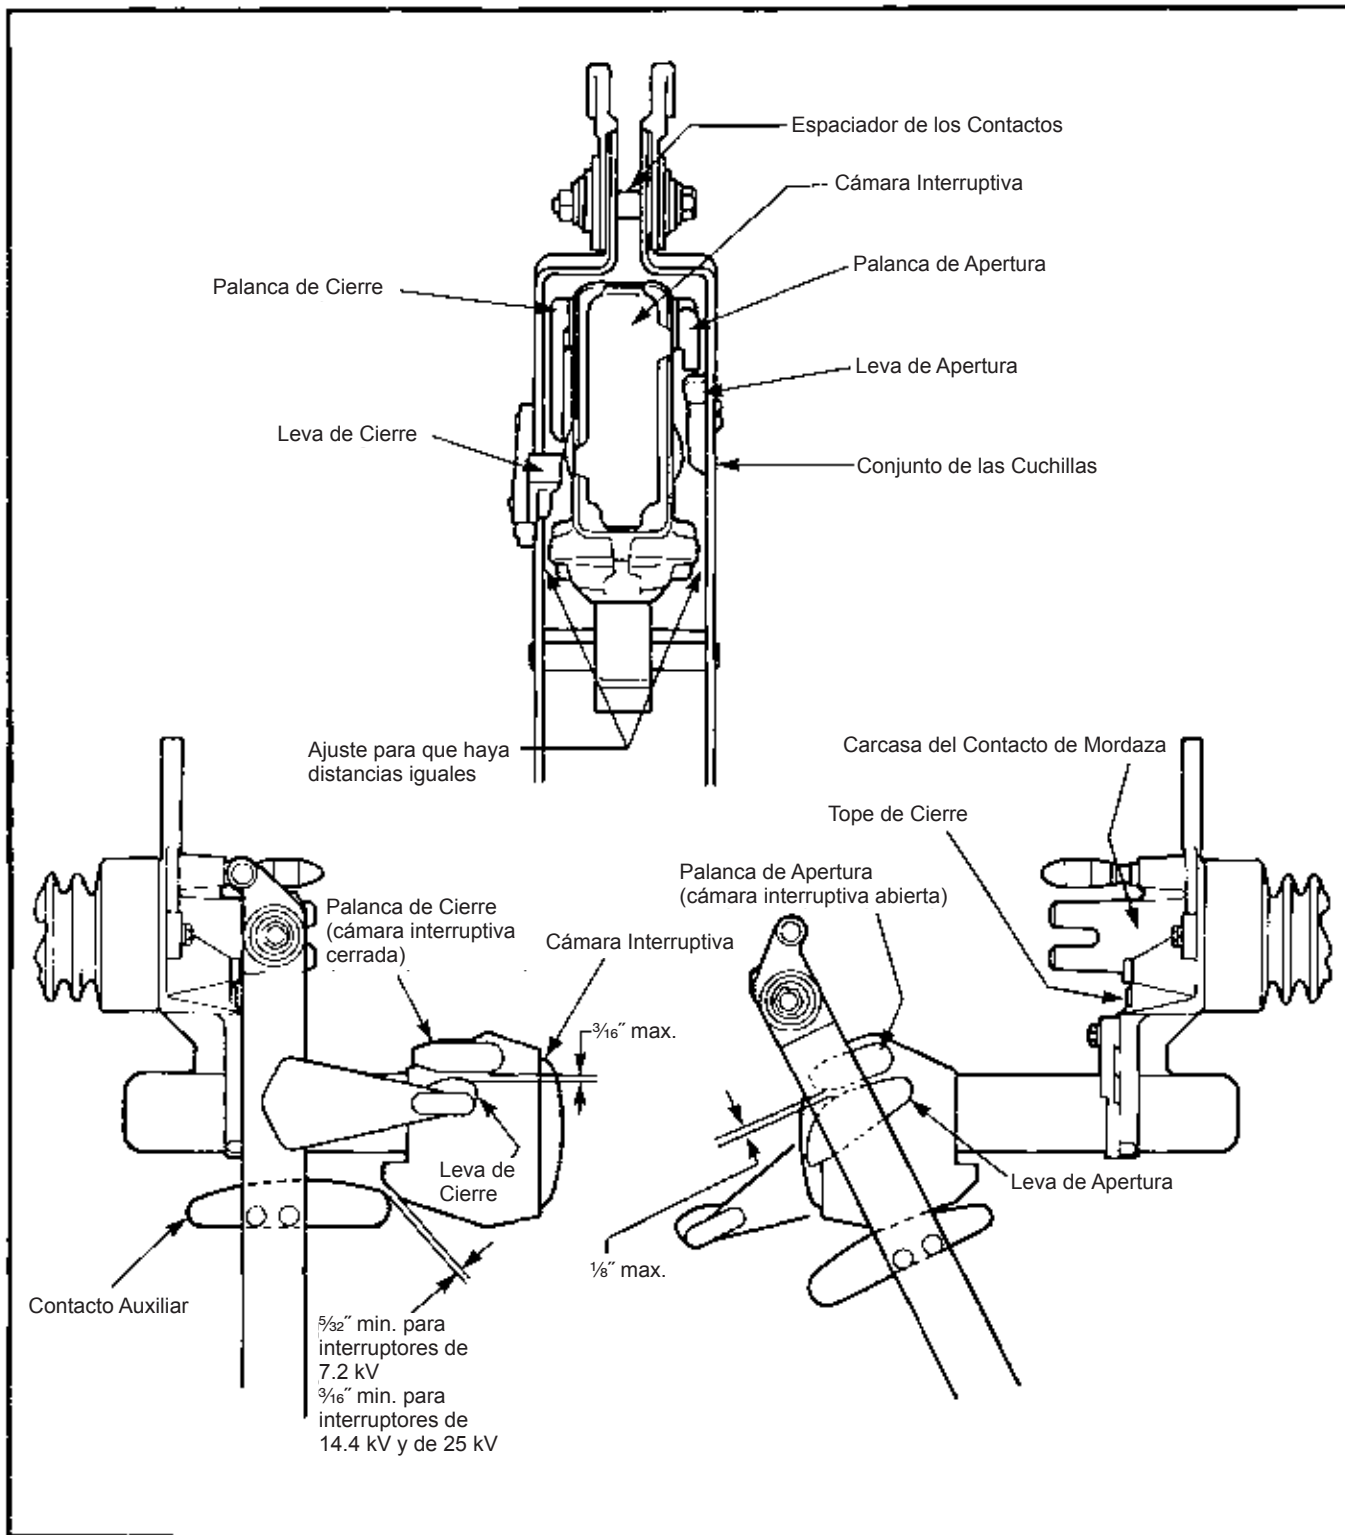

Figura 5. Puntos de inspección del funcionamiento.
- La cámara interruptiva debe yacer en un plano paralelo al recorrido de las cuchillas, y las cuchillas deben pasar por encima de la cámara interruptiva con separación aproximadamente igual a ambos lados como se muestra en la Figura 5.
- Al tiempo que la cuchilla se mueva en la dirección de cierre, la separación entre la leva de apertura y la palanca de apertura de la cámara interruptiva debe estar dentro de los límites que se muestran en la Figura 5.
- En la posición de cierre total, la separación entre la leva de cierre de la cuchilla y la palanca de cierre de la cámara interruptiva debe estar dentro del límite que se muestra en la Figura 5. Asimismo, la separación entre el contacto auxiliar de la cuchilla y la caja de la cámara interruptiva debe ser como se muestra en la Figura 5.